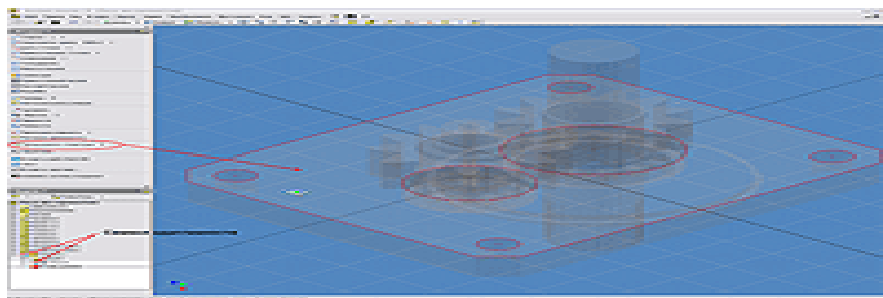

Рисунок 4
4. Для заимствования геометрии детали «Крышка» при построении детали «Корпус», нажимаем кнопку «Проецировать геометрию» и указываем на плоскость крышки (см. Рисунок 4).